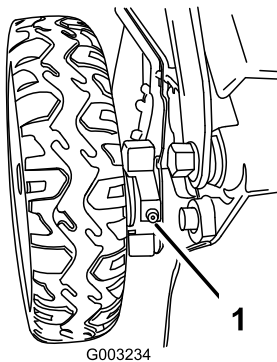

Bild 41
1. Wischen Sie die Schmiernippel innen an den Hinterrädern mit einem sauberen Lappen ab (Bild 41).